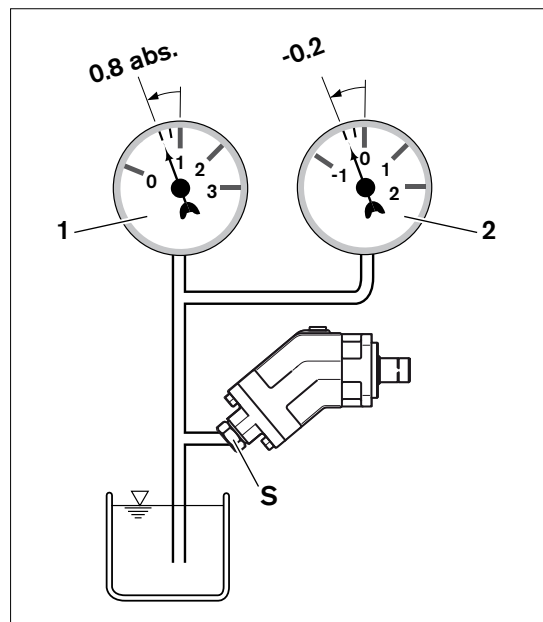

Abb. 7: Saugdruck
- ▶ Stellen Sie sicher, dass für die Axialkolbenpumpe in allen Einbaupositionen und Einbautagen im Betrieb und bei Kaltstart ein minimaler Saugdruck von 0,8 bar absolut am Anschluss „S“ vorliegt, siehe Abb. 7. Weitere Werte siehe Datenblatt.